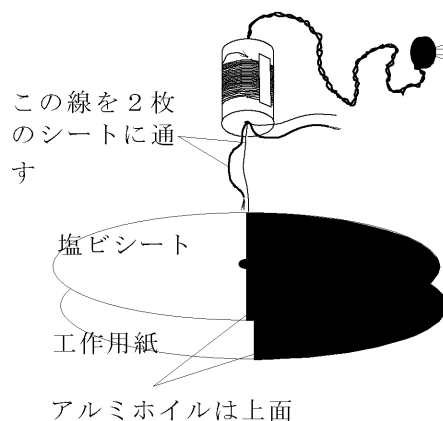

図9 コイルとコンデンサーの配置
する（図9）。
- (5) フィルムケースの底から出ているイヤホンの線とコイルの線一本ずつを、塩化ビニルシート、工作用紙の穴に通す（図9）。
- (6) フィルムケースの底から出ているイヤホンの線とコイルの線一本ずつを、塩化ビニルシート、工作用紙の穴に通す（図9）。